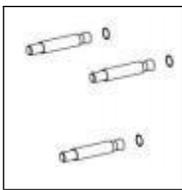

Bild 2.
2) . Sätt i de tre medföljande expansionsbultarna (1) i de borrade monteringshålen. Du kan behöva använda en hammare för att fästa dem genom hålen. Se (bild 2).